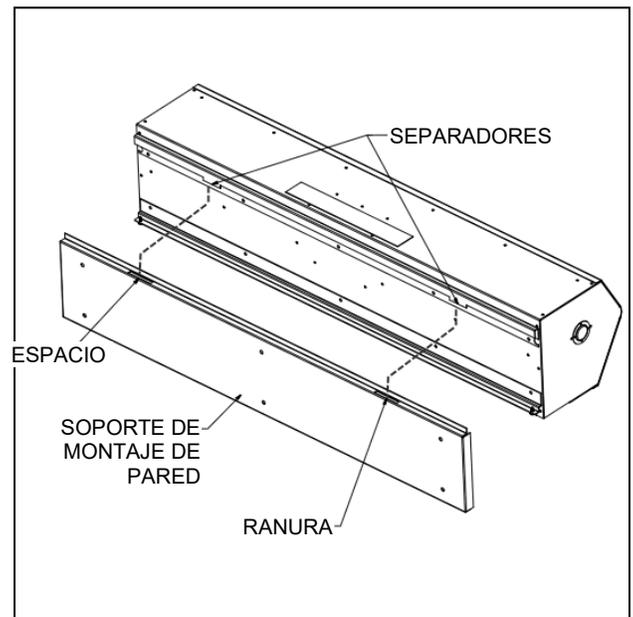

FIG. 2
4. Alinee las lengüetas en la parte posterior de la unidad con las ranuras provistas en la placa de montaje en pared (FIG. 2). La brida inferior de la unidad también debe caer en el canal inferior de la placa de montaje en pared. Vuelva a colocar los tornillos Tek para asegurar la unidad en su lugar.